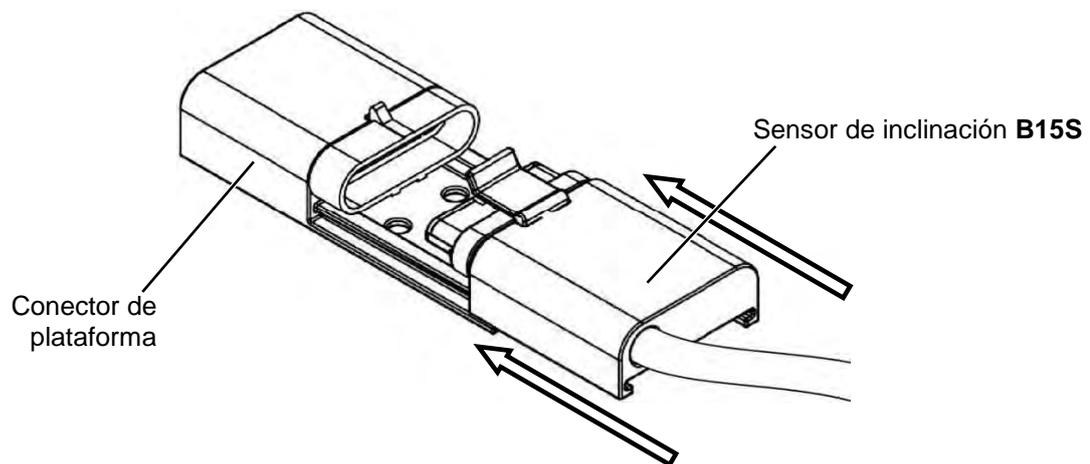

Figura 43: Montaje del sensor de inclinación **B15S**
- ▶ Introduzca el sensor de inclinación **B15S** en el conector de la plataforma hasta que encaje (véase Figura 43).